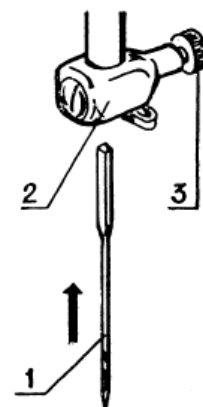

Рис.6
4. Установка иглы в иглодержатель (рис.6).